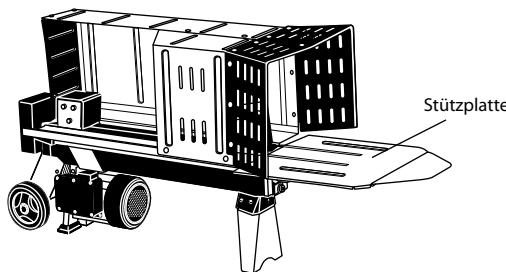

Abb. 3
5. Platzieren Sie die Stützplatte vor der Maschine (Abb. 3).